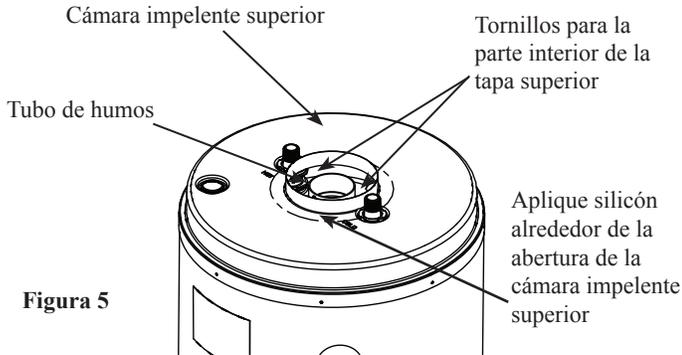

Figura 5
A. Aplique silicón alrededor de la parte exterior del tubo de humos, donde se instalará el tubo interior de 3 in (7,6 cm) (vea la Figura 5). Extraiga la cinta que asegura el tubo interior de 3 in (7,6 cm). Extienda el tubo interior de 3 in (7,6 cm) empujándolo hacia abajo y presionándolo contra el silicón aplicado para asegurarse de que selle bien.
B. Fije el tubo interior de 3 in (7,6 cm) en la tapa superior introduciendo 2 tornillos de paso grandes N.º 8 x 3/8 in a través de los soportes doblados hacia cada lado, como se muestra en la Figura 5.
8 Extraiga la cinta que está colocada en el tubo exterior de 5 in (12,7 cm). Extienda el tubo exterior de 5 in (12,7 cm) empujándolo hacia abajo. Conecte el tubo exterior de 5 in (12,7 cm) a la cámara impelente superior (vea la Figura 5) y asegúrelo con dos tornillos para planchas de metal que se suministran con el juego de ventilación. Aplique silicón en la conexión de la cámara impelente como se muestra en la Figura 5.